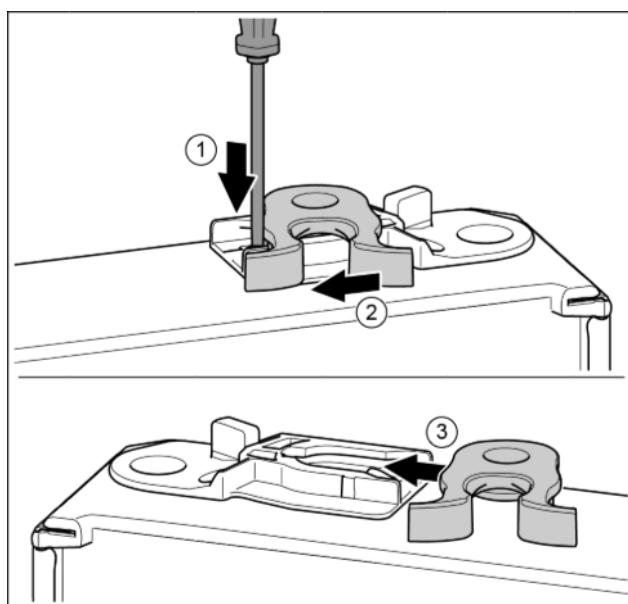

Fig. 17*
- ▶ Нажать накладку шлицевой отверткой вниз. Fig. 17 (1)*
- ▶ Запорный крючок вывести из направляющей. Fig. 17 (2)*
- Запорный крючок вставить в направляющую с другой стороны. Fig. 17 (3)*